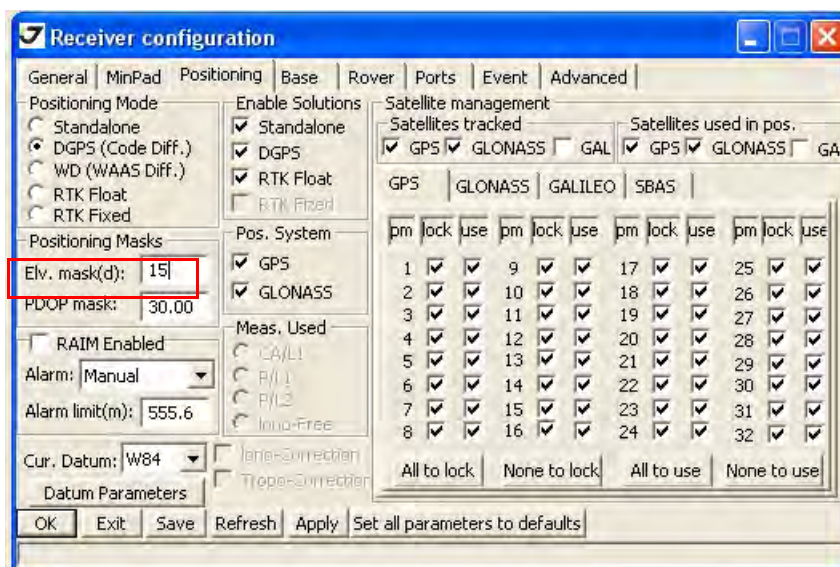

Рисунок 38. Настройки приемника – Elevation Mask
6. Перейдите в закладку *Positioning* и установите угол возвышения (Elevation mask) 15 (Рис. 38), затем нажмите *Apply*.